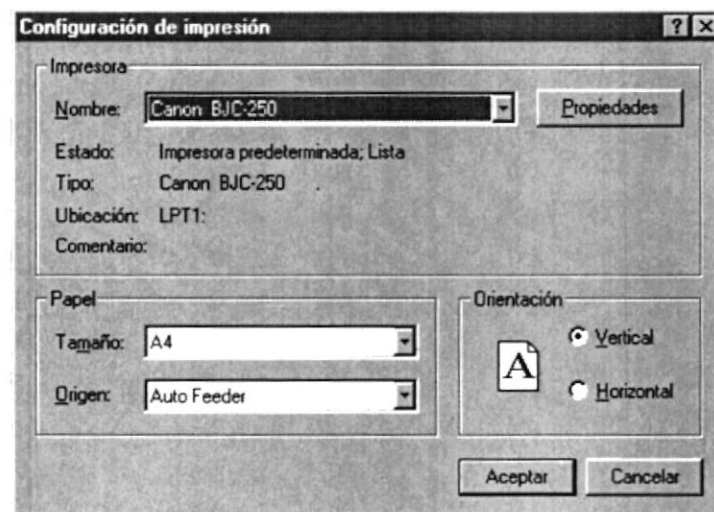

Figura 7.3 Configurar Impresión
- Modificar las propiedades de la impresora seleccionada, dando clic en el botón Propiedades de la Figura 7.3.